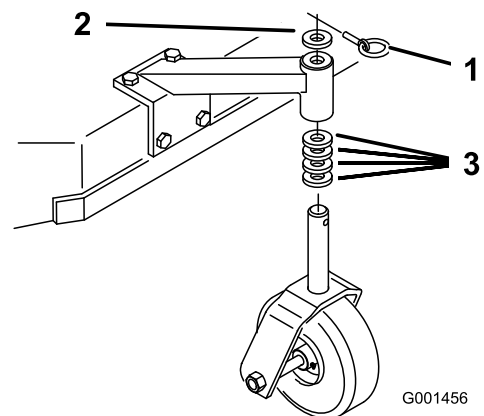

Figure 21
- En vous reportant à la Tableau des hauteurs de coupe \(page 25\), ajustez les entretoises des roues pivotantes en fonction du trou de réglage de l'essieu sélectionné (Figure 21).
- Retirez la goupille de verrouillage, sortez la roue pivotante de son support et changez les entretoises (Figure 21).
- Mettez la roue pivotante en place dans le support et insérez la goupille de verrouillage (Figure 21).